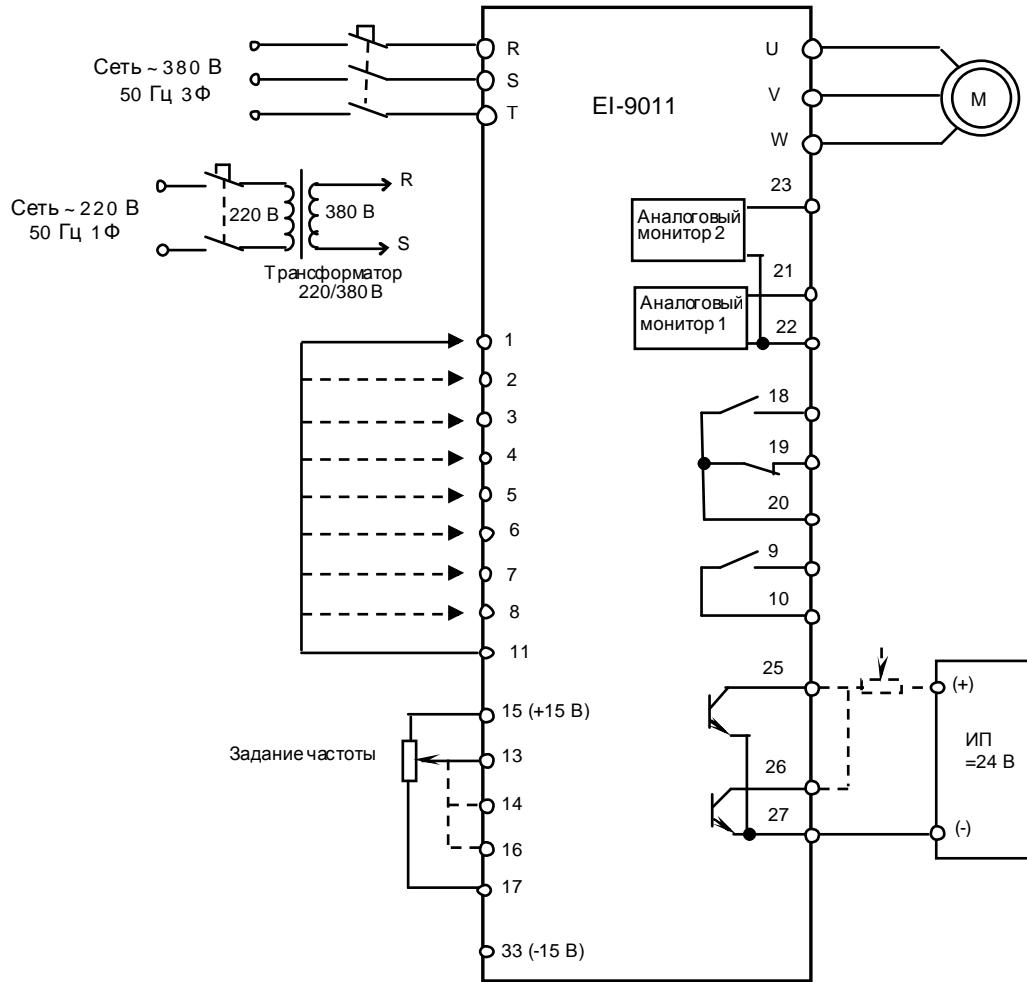

Рис. 4.14. Диагностика цепей управления преобразователя EI-9011.
4.16.18. Отсоединить потенциометр от клемм 15, 16, 17 и присоединить его к клемме 25 и к источнику питания =24 В, как показано на рис. 4.14. Включить источник питания. При помощи мультиметра в режиме измерения постоянного напряжения  $V=$  измерить напряжение между клеммами 25 и 27 – должно быть  $24 \pm 2$  В.